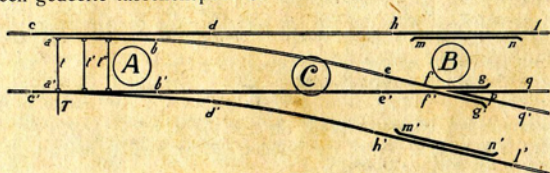

Fig. 16. — Gewone spoorwissel.
- 1° een wissel A (fig. 16) ;
Een wissel bevat twee beweegbare naalden of tongen ab en $a'b'$ (fig. 16) en twee aanslagrails cd en $c'd'$.
De tongen schuiven op glijstoelen en zijn onderling verbonden door verbindingsstangen t , t' , t'' . De tongen worden in beweging gebracht door een bedieningsstang T (fig. 16).
Men heeft : de vertakking met enkele afwijking (fig. 16) ;